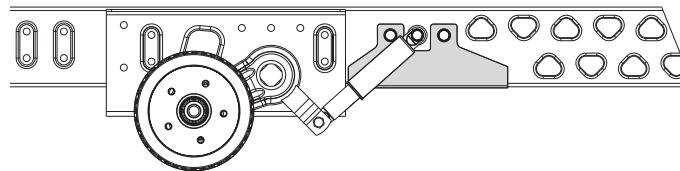

Afb. 13
- Geschikt voor caravans tot 1800 kg met een AL-KO Vario III / AV chassis met een framedikte van minder dan 2,8 mm (Afb. 13).